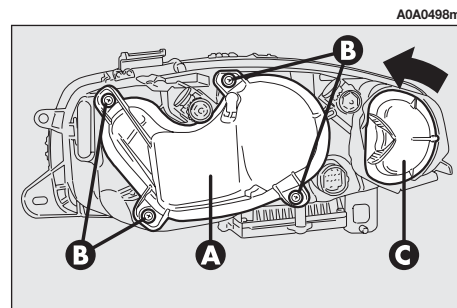

fig. 22b
Pour remplacer les ampoules des feux de position, de croisement et de route, il faut enlever le couvercle (A-fig. 22b) en dévissant les vis de soutien (B).